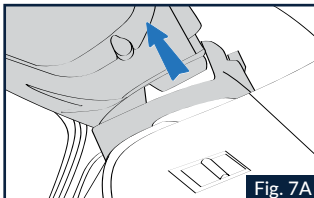
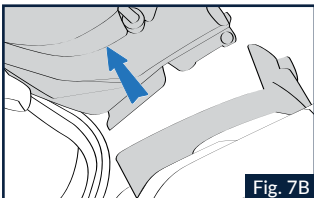

Fig. 7A
Fig. 7B
seitlichen Mechanik bis zum Anschlag nach hinten (Abb.6) bewegen und gleichzeitig das Visier nach vorne schieben, indem zuerst der obere Haken „A“ (Abb.7A) und dann der untere Haken „B“ aus den entsprechenden Aufnahmen in der seitlichen Mechanik selbst herausgezogen wird (Abb.7B).
2.2 Den linken Seitenteil des Visiers auf der entsprechenden seitlichen Mechanik positionieren, und dabei den unteren Haken in die entsprechende Aufnahme in der Mechanik einführen (Abb.7B).
2.3 Das Visier zur seitlichen Mechanik hin drehen, indem der obere Haken „A“ in die entsprechende Aufnahme so in die seitliche Mechanik eingeführt wird, dass sich der Entriegelungshebel nach hinten bewegt und dann in die Position zurückkehrt, und das Visier beim Klickgeräusch an der seitlichen Mechanik hängt (Abb.7A).